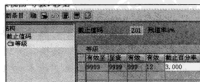

图 10-63 设置“截止值码”等级
STEP 3 同样选择某条已经创建好的“截止值”，单击左栏中的“等级”选项，可以编辑该“截止值码”对应的有效期及“截止百分率”，如图 10-63 所示。